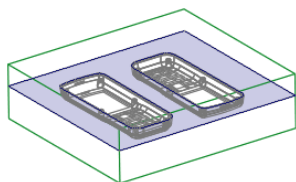
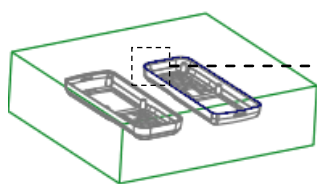

图 31.16 创建填充曲面
图 31.17 定义草绘平面
Step1. 创建图 31.16 所示的(填充)曲面。将坯料取消遮蔽；单击 **分型面** 操控板 **曲面设计** ▾ 区域中的“填充”按钮^{填充}，此时系统弹出“填充”操控板；右击，从弹出的菜单中选择 **定义内部草绘...** 命令；选择图 31.17 所示的模型表面为草绘平面，接受图 31.17 中默认的箭头